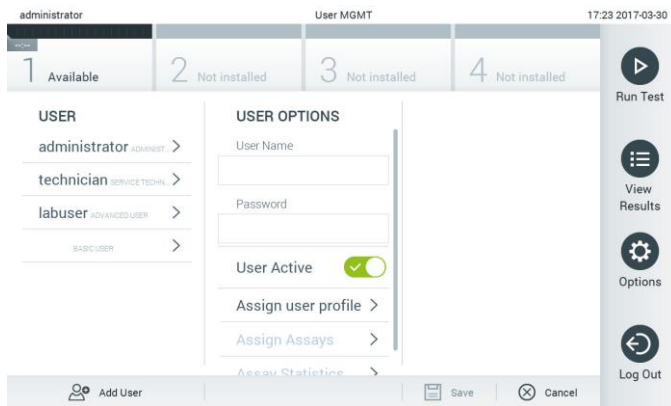

Figura 52. Adăugarea unui utilizator nou.
1. Apăsați butonul **Options** (Opțiuni), apoi butonul **User Management** (Gestionarea utilizatorilor) pentru configurarea utilizatorilor. Ecranul **User Management** (Gestionarea utilizatorilor) apare în zona de conținut a afișajului (Figura 52).